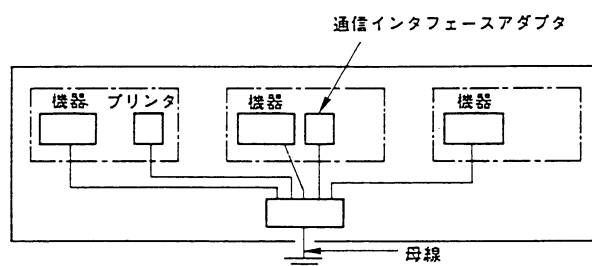

図5.9 システム・アームの簡略法
- (1) 工事などの理由で1点もしくは1線しかアースが取れない場合は、図5.9のような方式をとることも可能です。この場合には接地抵抗を充分低くする(10Ω程度)、抵抗値の低い導線(22mm²程度)を使用するなど、共通インピーダンスをできるだけ下げてください。
- (2) 標準の接地において各接地棒間の距離が長く地電流が大きいときには、その電位差がノイズとなって障害を誘発する恐れがあります。この場合には(1)項に準じた接地方法を取ってようすをみてください。